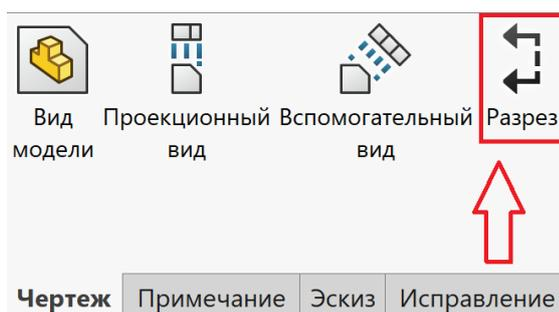

Рисунок 4.9 – Інструмент «Розріз»
1. Зробимо вид спереду активним подвійним натисканням лівою кнопкою миші по виду і накреслимо лінію розрізу за допомогою команди **Розріз** (рис. 4.9).